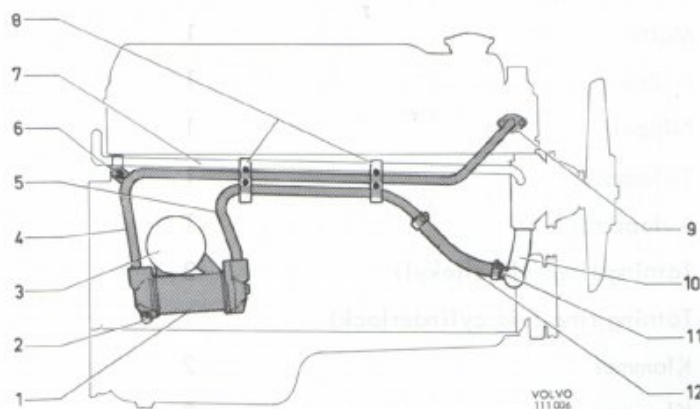
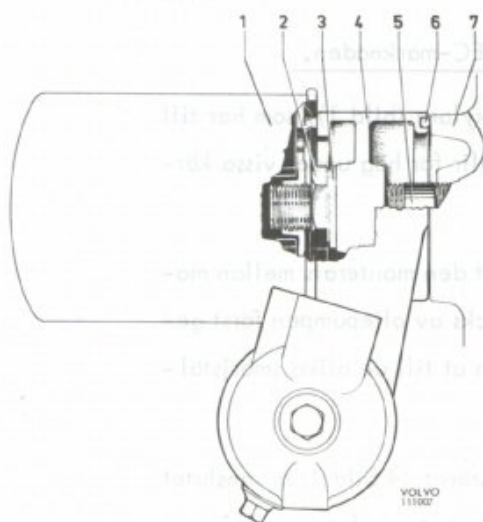

Bild 1. Oljekylare monterad
Bild 2. Oljekylarens anslutning till motorblocket
Vagnar för ovanstående marknad förses med en oljekylare (bild 1), som har till uppgift att sänka motoroljans temperatur om denna blir för hög under vissa körförhållanden.
Oljekylaren är ansluten till smörjsystemet genom att den monterats mellan motorblock och oljerenare, se bild 2. Motoroljan trycks av oljepumpen först genom oljekylaren och därefter genom oljerenaren och ut till de olika smörjstäl-lena.
Kylningen erhålles av motorns kylsystem. Tillloppsörret (4 bild 1) är anslutet mellan oljekylaren och termostathuset i cylinderlocket. Avloppsörret (5) är anslutet mellan oljekylaren och röret (10), som är monterat mellan vattenpump och nedre kylarslang. Kylvätskan trycks från cylinderlocket, via tillloppsörret, genom oljekylarens rörpaket som har stor kylvyta och vidare genom avloppsörret till röret (10).
1. Röret (10 bild 1), mellan vattenpump och nedre kylarslang, bytes ut mot röret med en anslutning för avloppsledningen.
2. Nippeln (5 bild 2), för oljerenaren, bytes ut mot den nya nippeln som är något längre. Nippeln drages med ett moment av 4,5 - 5,5 kpm.
3. Tättningsringen (6) monteras på oljekylaren och tättningsmedel Pliobond 20 eller motsvarande användes.
4. Avlopps- och tilloppsledningarna anslutes enligt bild 1.
- b. Tilloppsledningens fästöra monteras i skruven (6).
- c. Två klammer monteras om röret för värmesystemet och både avlopps- och tilloppsledningarna, se bild 1.
- d. Slangen (12) anslutes mellan avloppsledning och rör (10).
5. Muttern (2 bild 2) för oljekylaren, drages med ett moment av 3 - 5 kpm.